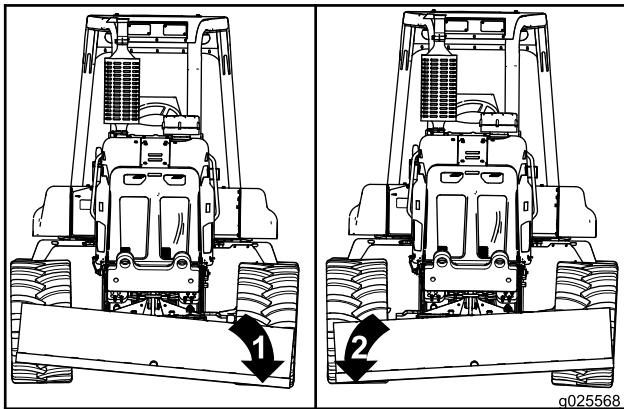

Figura 51
- Para inclinar a lâmina de reaterro à esquerda: Mova o joystick à esquerda – em sua direção (Figura 48 e Figura 51).